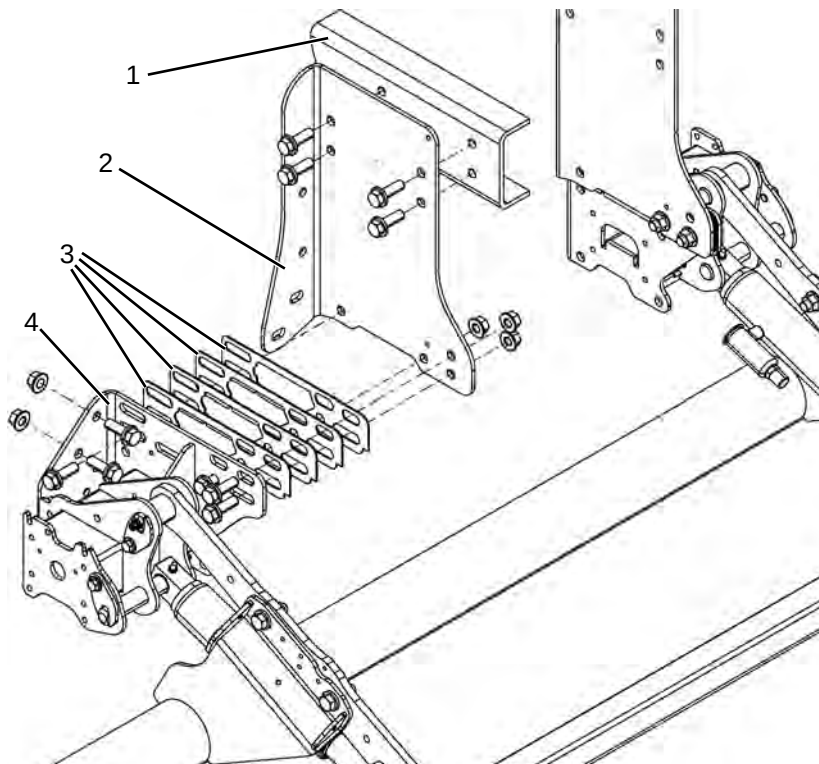

Abbildung 9: Distanzbleche (beispielhafte Darstellung)
- ▶ Verwenden Sie bei der Montage zwischen dem Stativkasten und den Anschraubplatten Distanzbleche, um das Konsoleninnenmaß auf Chassisbreite zu reduzieren (beispielhafte Darstellung in Abbildung 9). Die Anzahl der benötigten Distanzbleche können Sie der Tabelle in der Anbauuntersuchung (Anbauzeichnung) entnehmen.